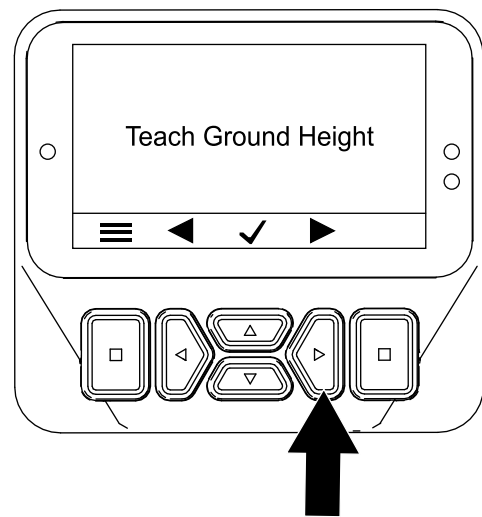

図 46
- 右ボタンを2回押して、「タイン地上高の校正」画面を表示する (図 46)。